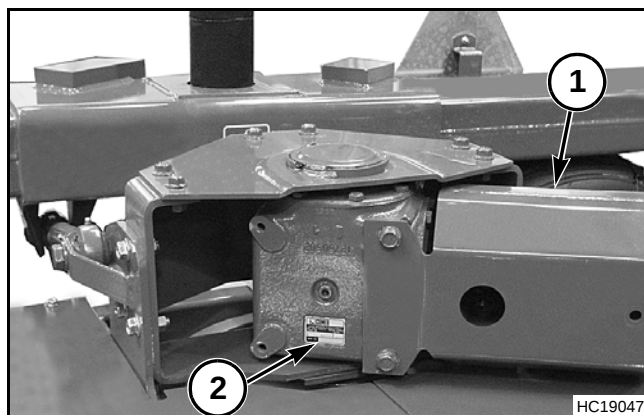

FIG. 171
FIG. 171: Deslice el soporte del brazo de la dirección (1) sobre el conjunto de embrague deslizante. Sujete el soporte del brazo de la dirección a la caja de engranajes (2) utilizando la tornillería que quitó anteriormente.